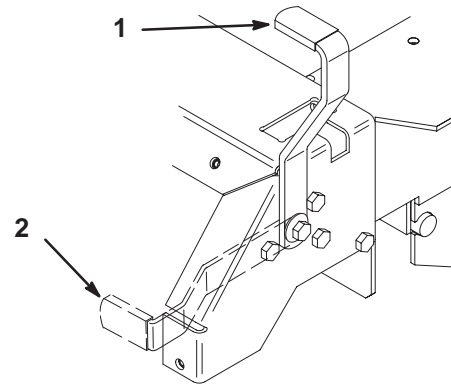

Figure 14
1. Mettez les leviers de commande de déplacement (Fig. 14) en position de verrouillage du point mort.
2. Tirez le frein de stationnement en arrière et vers le haut pour le serrer (Fig. 14). Une fois serré, le frein de stationnement ne doit plus bouger.
Poussez le levier du frein de stationnement vers l'avant et vers le bas (Fig. 14) afin de le desserrer. Le frein de stationnement est desserré.